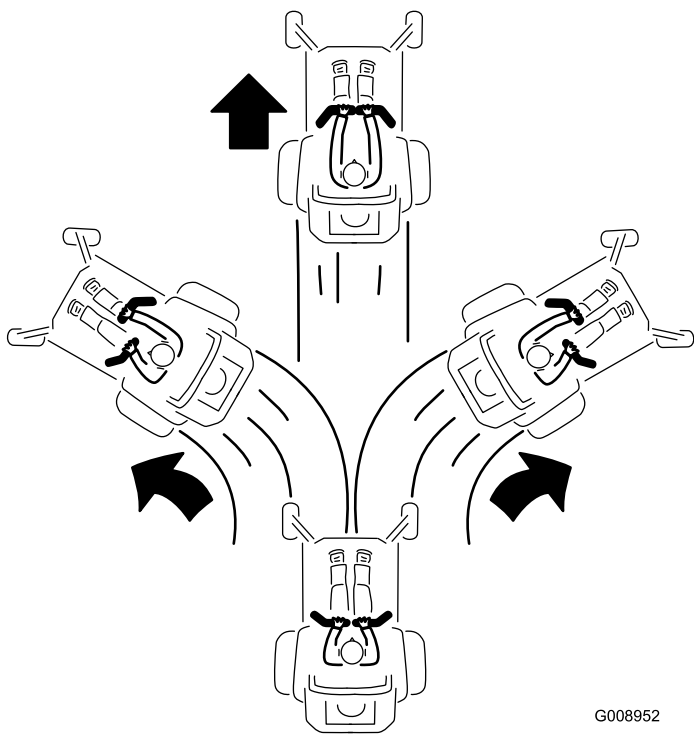

Figura 20
3. Per procedere in marcia avanti spingete lentamente in avanti le leve di controllo del movimento (Figura 20).